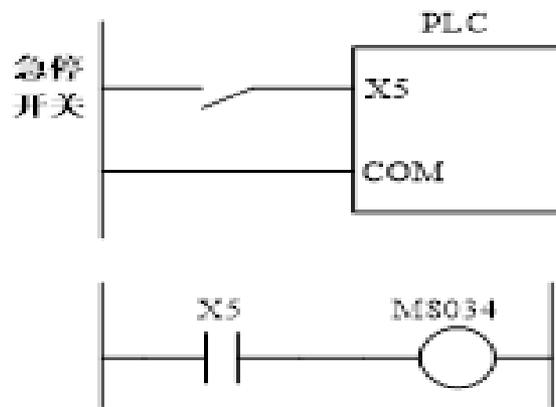

图7.4 M8034应用举例
**M8034-禁止输出特殊辅助继电器。**线圈“通电”时，禁止所有的输出，其应用如图7.4所示。